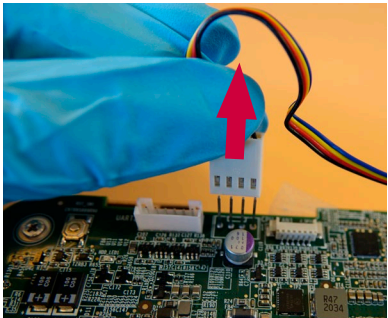

Figure 28 - Débranchement du câble du ventilateur
a) Débrancher le connecteur du ventilateur (Figure 28)
- g) **Brancher le câble du ventilateur (voir Figure 12 et Figure 28)**